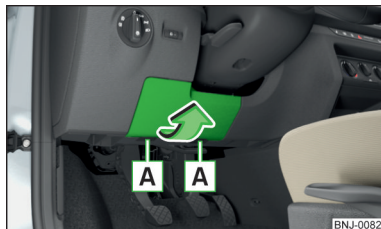

Fig. 199
- Tag afdækningen til sikringsboksen af i pilens retning » Fig. 199.